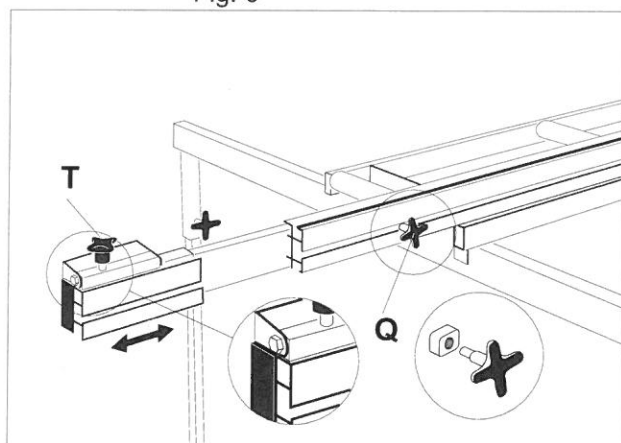

Fig. 8
- Monter låseskrue **Q** for teleskoputtrekket (fig. 8).
- Monter materialstopper **T** kant i kant med aluminiumsanden på teleskoputtrekket (fig.8 og 9).
Sagbladet må stå i nedsenket stilling før krenging. Ved å løse låseskruen og trykke inn arm for krenge sikring (posisjons-hendelen), kan sagbladet krenge fra 0°-45° (fig. 8). Bladet innstilles og låses i ønsket krengevinkel. Les av gradene på skalaen og stram låseskruen.
- Still eventuelt inn ønsket krengevinkel på sagbladet (fig. 8 og 13).